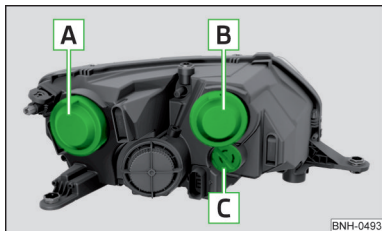

Fig. 172
Disponerea becurilor cu incandescență » fig. 172
- Scoateți capacul de protecție **A** » fig. 172 la pagina 176.
- Așezați capacul de protecție **A** » fig. 172 la pagina 176.
- Scoateți capacul de protecție **[B]** » fig. 172 la pagina 176.
- Așezați capacul de protecție **[B]** » fig. 172 la pagina 176.